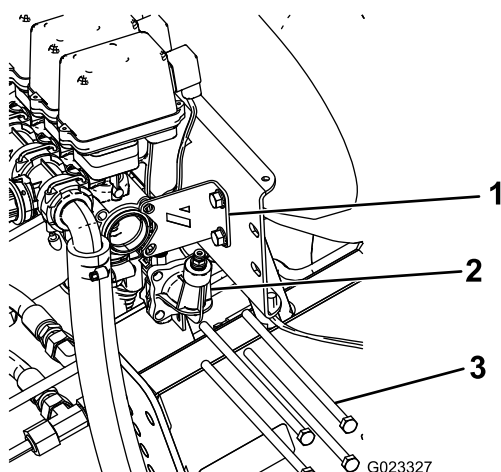

Figura 10
1. Rimuovete i 4 bulloni lunghi che fissano lo sportello del manometro alle valvole delle barre ed eliminateli (Figura 10). Conservate le rondelle piatte e i dadi.
2. Rimuovete e conservate i 2 bulloni e i dadi che fissano la staffa di stabilizzazione al gruppo valvole (Figura 10).